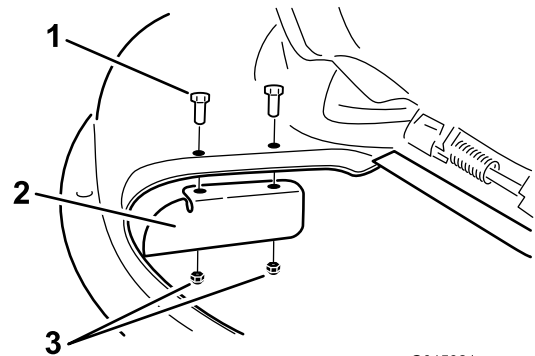

Bild 18
9. Befestigen Sie das Versatzablenkblech am Mähwerk (Bild 18).
3. Entfernen Sie das Versatzablenkblech vom Mähwerk (Bild 18).